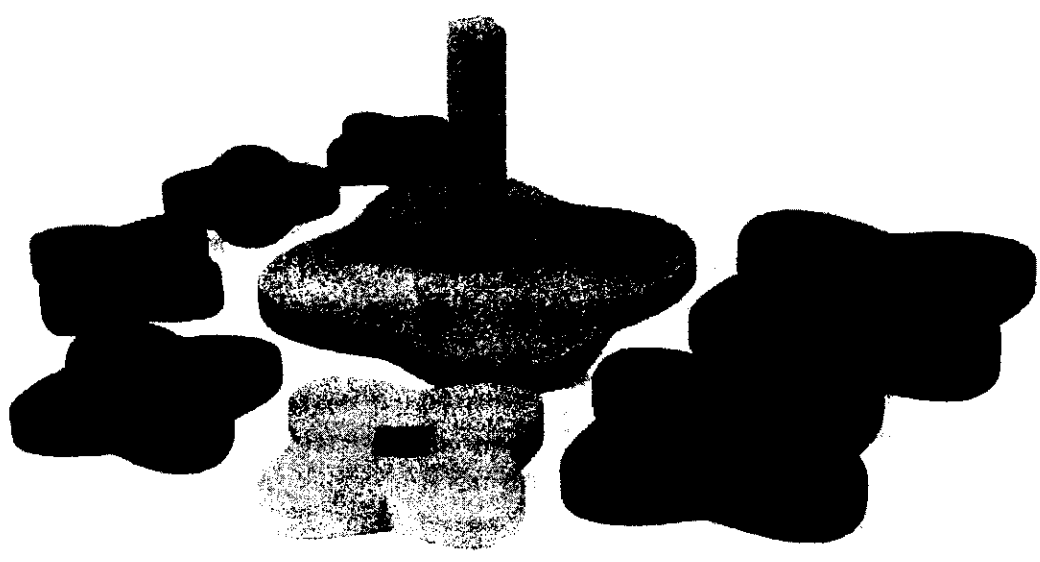

Рис. 1
1. Выполните изделие, подобное изображённому на рис. 1.